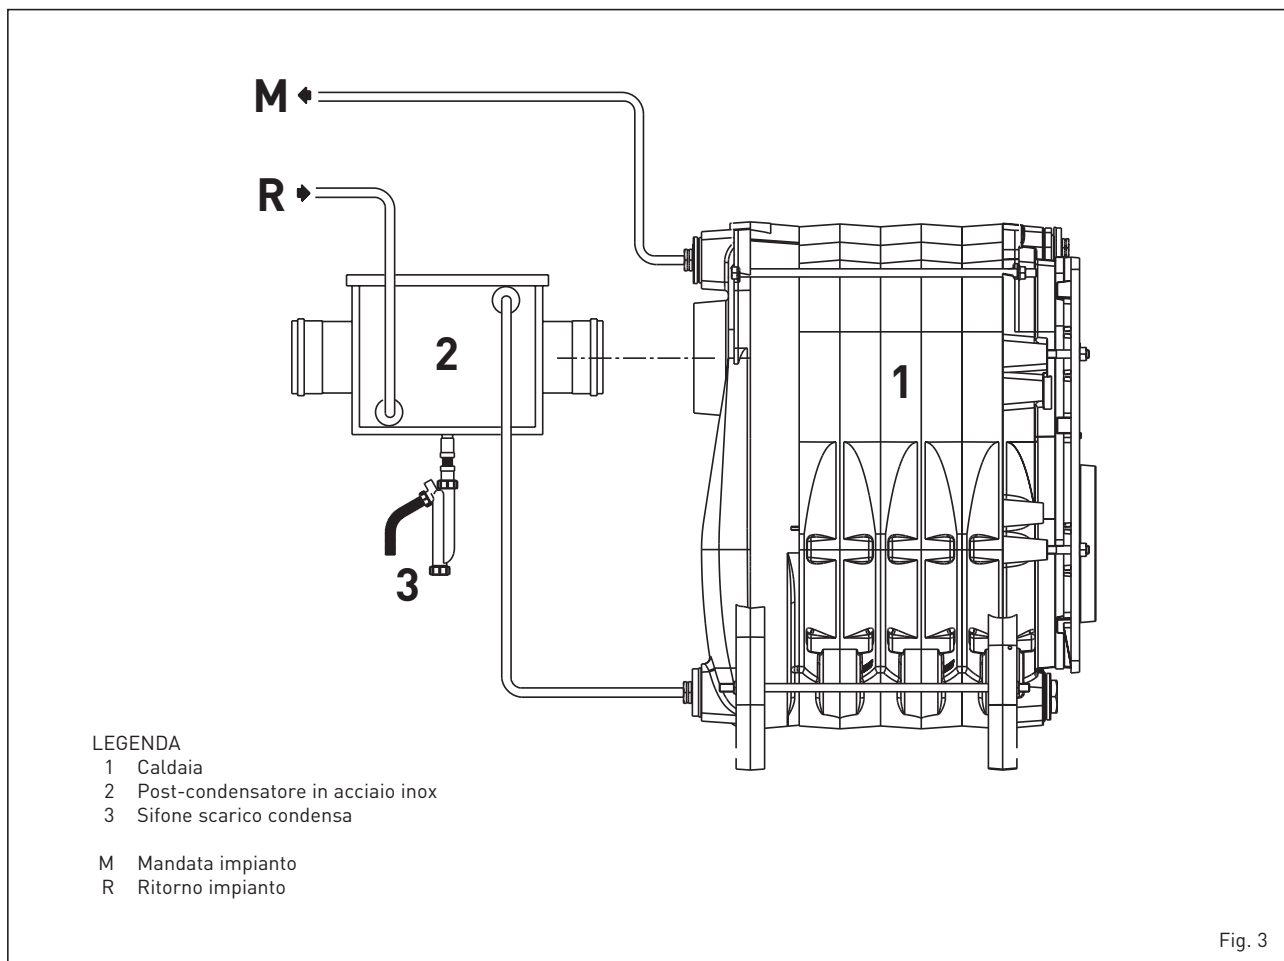

Fig. 3
1.4 SCHEMA FUNZIONALE (fig. 3)